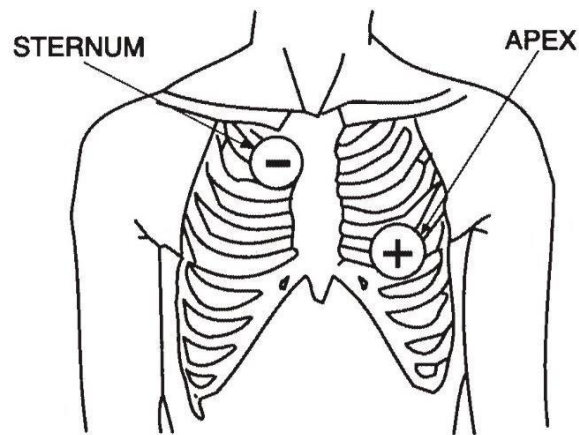

Figura III.2.1 - Posicionamento das pás p/ desfibrilação
8.  Segurar firmemente as pás através de sua empunhadura, e pressione-as contra o tórax do *paciente*, conforme figura abaixo (Fig. III.2.1) 16. Neste momento, o nível de contato das pás será indicado no display gráfico (3 – III.1.4).
8. Segurar firmemente as pás através de sua empunhadura, e pressione-as contra o tórax do *paciente*, conforme figura abaixo (Fig. III.2.1) 18. Neste momento, o nível de contato das pás será indicado no display gráfico (3 – III.1.4).
8. Segurar firmemente as pás através de sua empunhadura, e pressioná-las contra o tórax do *paciente* (conforme Fig.III.2.1) 34 35. Neste momento, o nível de contato das pás será indicado no display gráfico (3 – III.1.4);